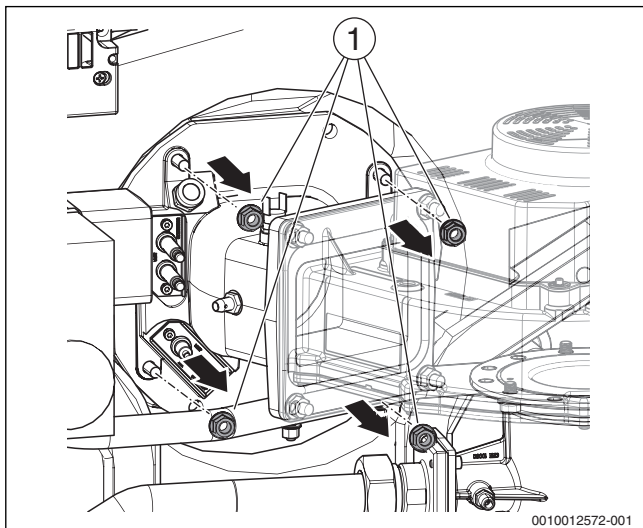
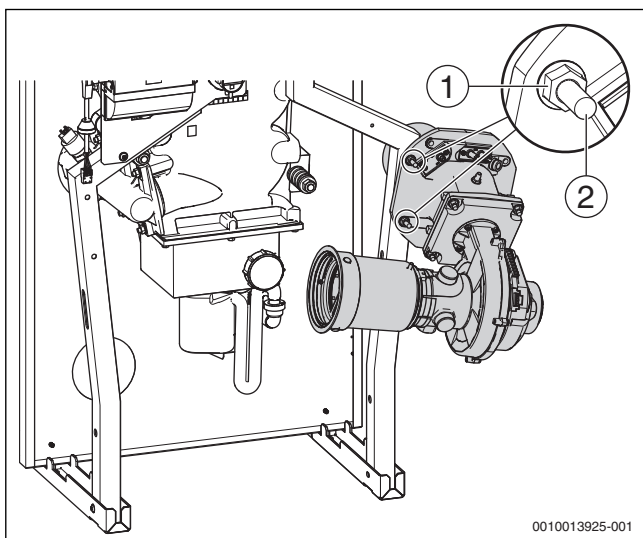

Рис. 42 Гайки на смесительном колене
Рис. 43 Горелка в положении для обслуживания (монтаж справа)
- ▶ Наденьте горелку фланцем на смонтированные на заводе винты (→ рис. 43, [2]) и закрепите двумя прежде снятыми гайками (→ рис. 42, [1]).